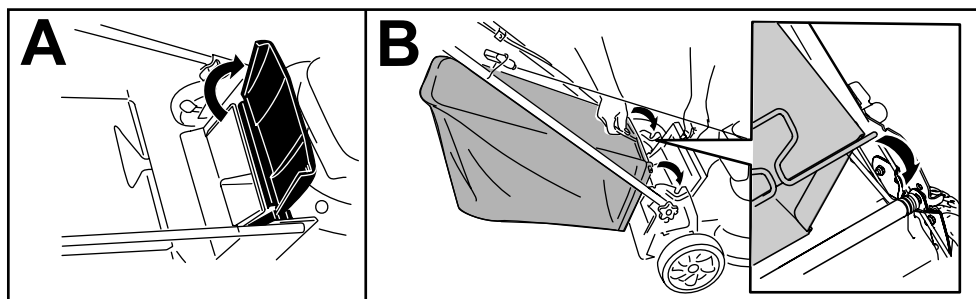

Рисунок 17
1. Поднимите и удерживайте в поднятом положении задний дефлектор (вид А на Рисунок 17).
2. Установите травосборник и убедитесь в том, что стержни травосборника вошли в пазы на рукоятке (вид В на Рисунок 17).